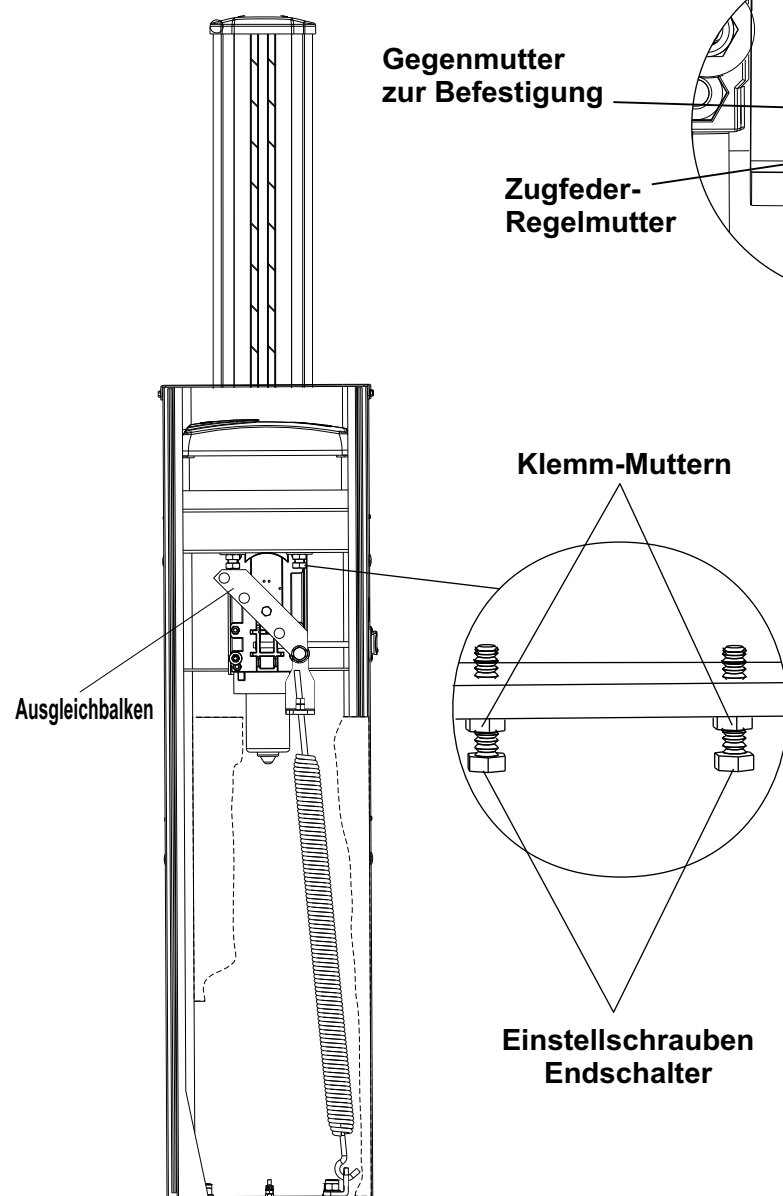

Abb.9
- Die Schrauben der Endschalter entriegeln, indem die Befestigungsmuttern, die sich auf den mechanischen Stopps befinden (Abb.9) abgeschraubt werden.
- Endschalterschrauben entsprechend anziehen oder lösen, damit der Schlagbaum in exakter senkrechter, beim Öffnen (Abb. 9), und exakter waagrechter Stellung, beim Schließen, stillsteht.